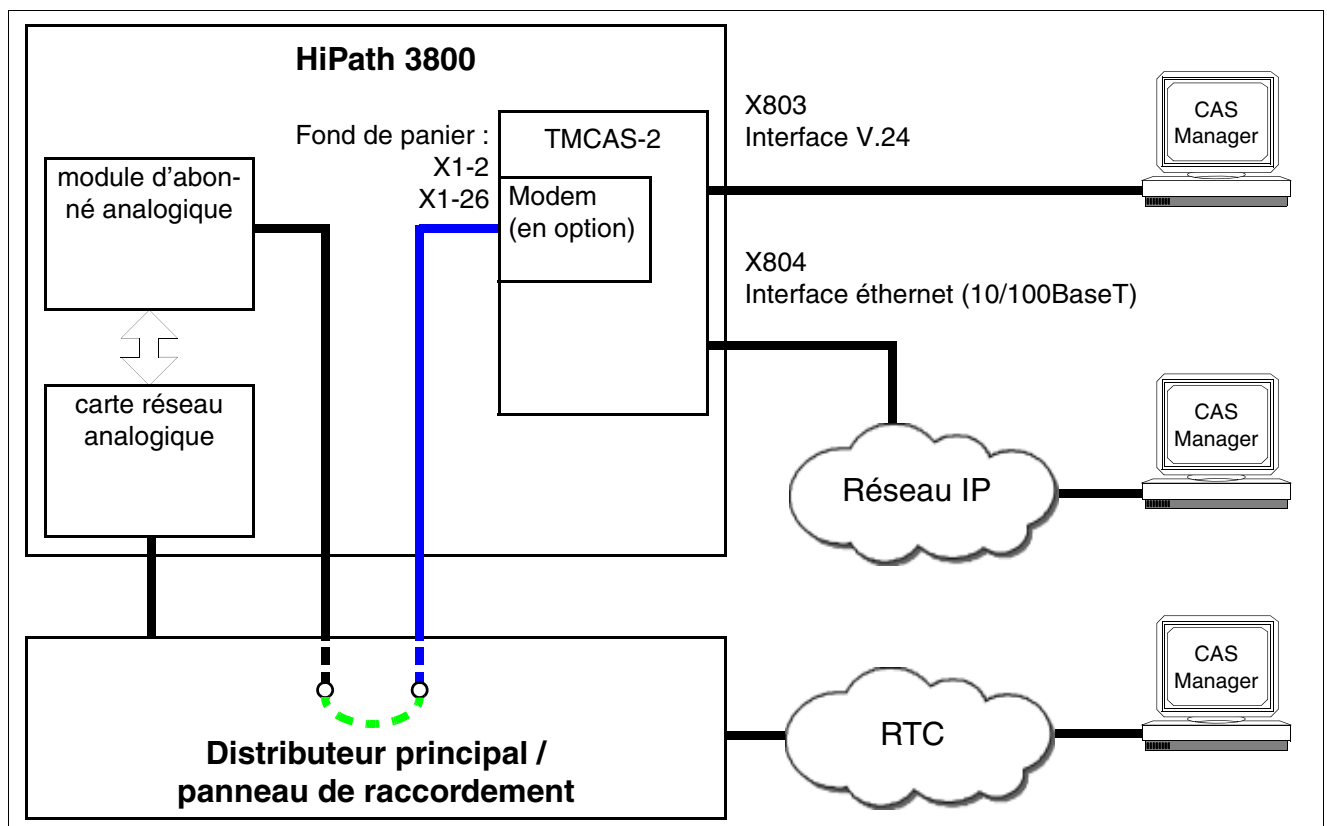

Figure 3-114 TMCAS-2 (uniquement pour certains pays) - Possibilités de raccordement pour l'administration des modules avec le CAS Manager
- Par le modem analogique optionnel (S30122-X8004-X22). Il faut dans ce cas établir une liaison entre le modem analogique et un port libre d'un module d'abonné analogique. Pour la liaison fond de panier (TMCAS-2) <-> Répartiteur principal/panneau de raccordement il faut utiliser un câble de raccordement (câble à extrémité ouverte (24 DA) : S30267-Z196-A150 = longueur de 15 m, S30267-Z196-A250 = longueur de 25 m) (représenté en bleu figure 3-114). Il faut disposer dans le distributeur principal ou dans le panneau de raccordement les straps nécessaires (représentés en figure 3-114 vert).